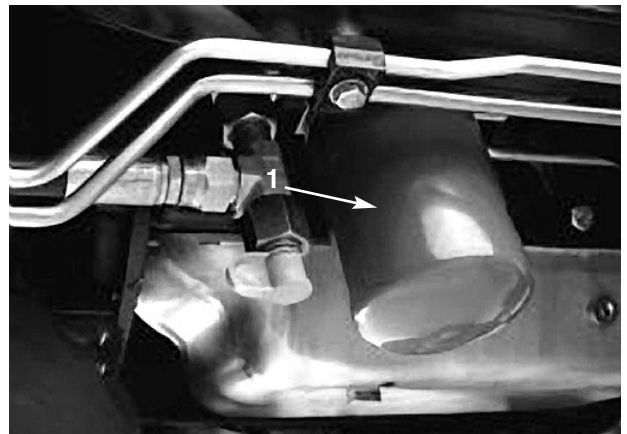

Bild 38
- Reinigen Sie den Anbaubereich des Filters (Bild 38). Stellen Sie ein Auffanggefäß unter den Filter und entfernen diesen.